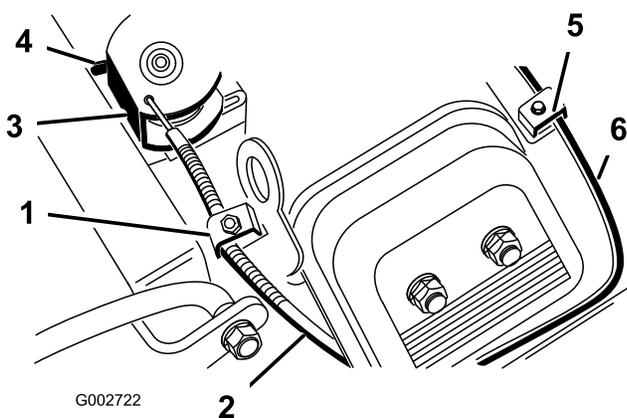

図 36
2. スロットル・ケーブルをエンジンに固定しているクランプのネジをゆるめる (図 36)。
4. スロットル・ケーブルを十分に引いて、スイベルの後部をストップに接触させる (図 36)。
4. チョーク・ケーブル (図 36) を十分に引いてチョークを完全に閉じ、その位置でクランプのネジを締める。